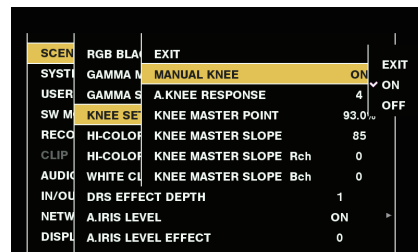

Fig. 2
- Si un menu se trouve au prochain niveau, \triangleright s'affiche dans les éléments de menu. Appuyez sur la molette crantée, le bouton du curseur (\triangleright), ou sur la touche <SET> pour ouvrir les menus de niveau inférieur. (Fig. 2)